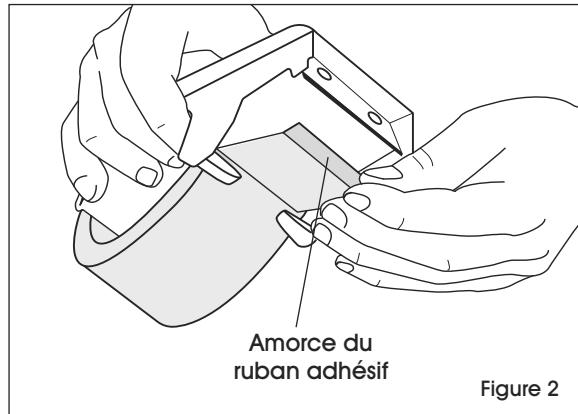

Figure 2
2. Pull 2–3" of tape from roll, applying tension on brake to hold roll. Pull on lead end tab to thread tape through guide slot. (See Figure 2)
2. Déroulez 2 à 3 pouces de ruban adhésif du rouleau, en appliquant une tension sur le frein pour maintenir le rouleau en place. Tirez sur l'amorce du ruban adhésif pour l'insérer dans la fente de guidage. (Voir Figure 2)